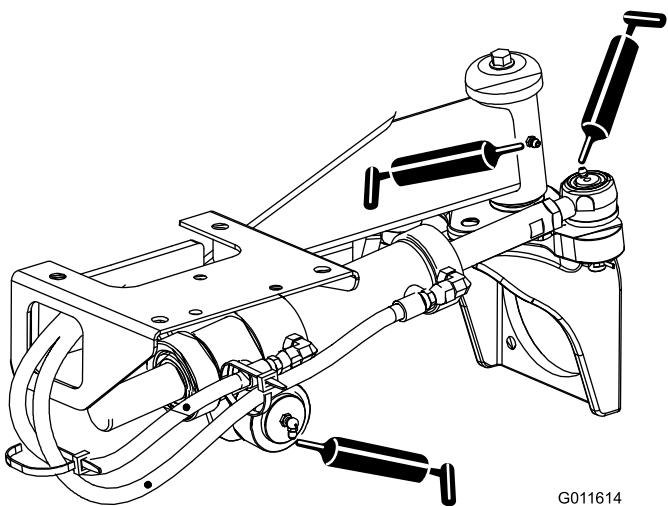

Bild 51
- Lenkzylinder-Kugelgelenke (2) und Hinterachse (1) (Bild 51)